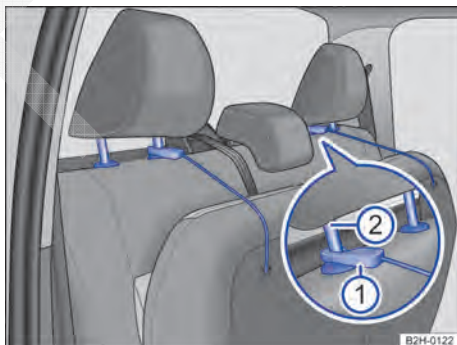

Fig. 44 Banco traseiro: fixar a superfície do banco nos apoios para cabeça.
- Enganchar a cinta de fixação ⇒ Fig. 44 ① na barra interna do apoio para cabeça ②.